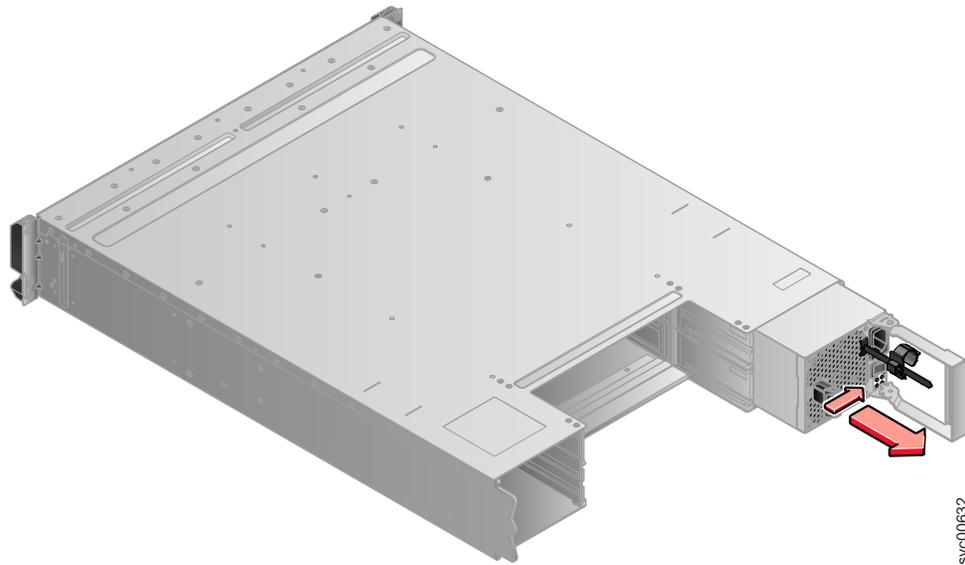

Figura 88. Usando a Alça para Remover uma Unidade da Fonte de Alimentação
- b. Segure a alça para puxar a fonte de alimentação para fora do gabinete como mostrado em Figura 88 na página 330.